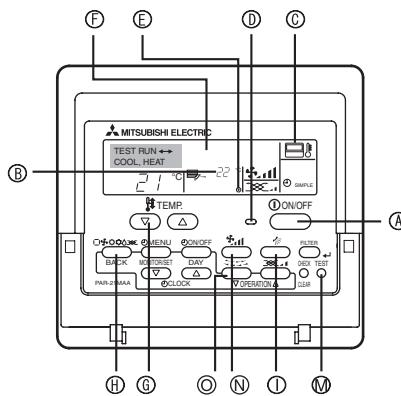

Fig. 7-1
7.2.1. Al usar el controlador remoto cableado (Fig. 7-1)
- ① Encienda el aparato por lo menos 12 horas antes de llevar a cabo la prueba de funcionamiento
- ② Pulse el botón de prueba de funcionamiento [TEST] (PRUEBA) dos veces.